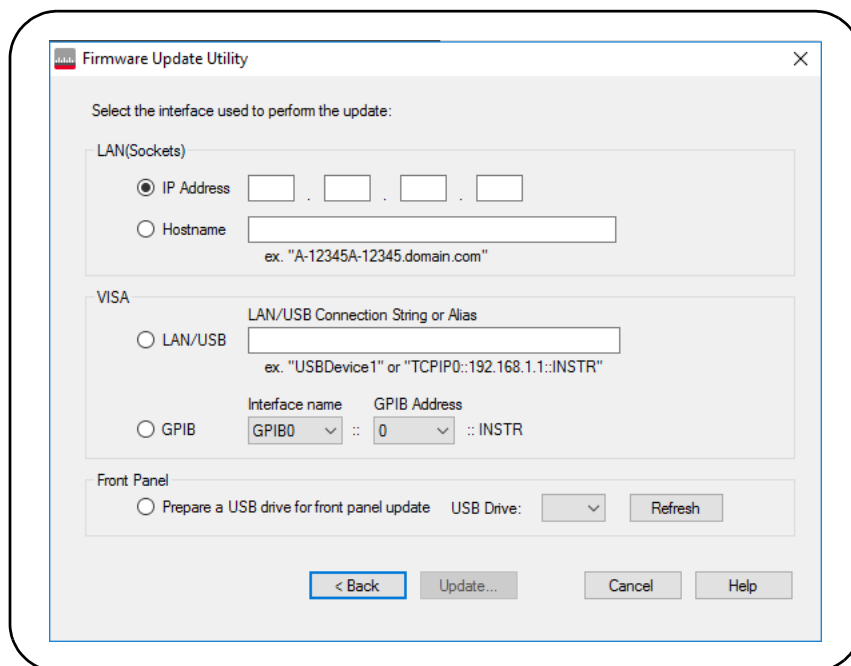

Figure 2-10 Saisie de l'adresse IP ou du nom d'hôte
- 3** Entrez l'adresse IP ou le nom d'hôte du compteur (Figure 2-10). Sélectionnez Update pour lancer la mise à jour.